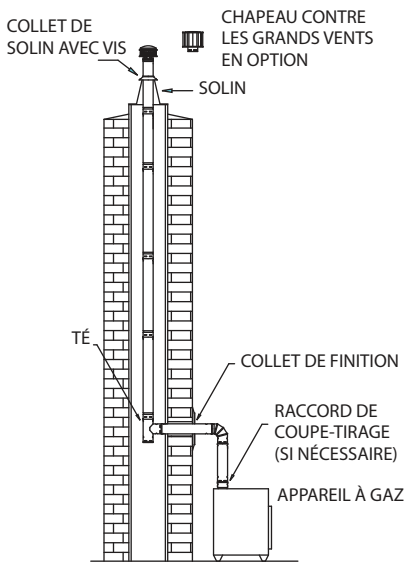

Figure 30
**1. Description.** Une cheminée de maçonnerie doit être rechemisée à l'aide d'un évent de type B pour l'évacuation d'un appareil à gaz de catégorie I, tel qu'un foyer encastrable à gaz ou une cuisinière à gaz autonome, ou pour améliorer l'évacuation et réduire la condensation des appareils à gaz existants qui sont actuellement évacués dans la cheminée de maçonnerie. Ces instructions englobent deux configurations générales : (1) Un foyer à gaz situé à l'intérieur d'un foyer de maçonnerie existant (**Figure 24**) ou (2), un appareil à gaz autonome dont l'évacuation se fait dans une cheminée de maçonnerie existante. (**Figure 30**)
**(a). Emplacement de l'appareil.** Placez l'appareil à l'endroit désiré et marquez le centre du trou où la section latérale du conduit doit traverser la cheminée de maçonnerie. Assurez-vous que les exigences du fabricant ont été respectées, notamment en ce qui concerne les distances par rapport aux surfaces combustibles. Se reporter à la **Figure 30**.
**(c). Té.** Un té est installé à l'extrémité inférieure des sections de conduit verticales assemblées, comme le montre la **Figure 30**. Le té est doté d'un
horizontale au niveau de la face verticale de la maçonnerie, pour référencer la position verticale. Glissez un collet de conduit sur la section de conduit horizontale et installez les autres raccords comme indiqué à la figure 30. Un minimum de 12 po d'élevation du raccord est requis.